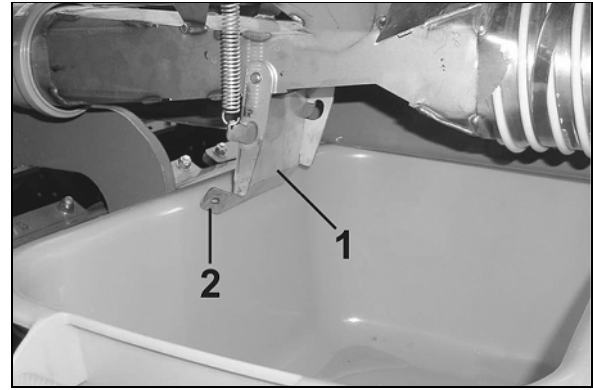

Рис. 123
- Неисправный или неправильно настроенный язычок дозатора (Рис. 123/1) приводит к ошибкам дозирования.
Язычок дозатора установите так, чтобы он слегка прилегал к дозирующему валу (Рис. 123/2).